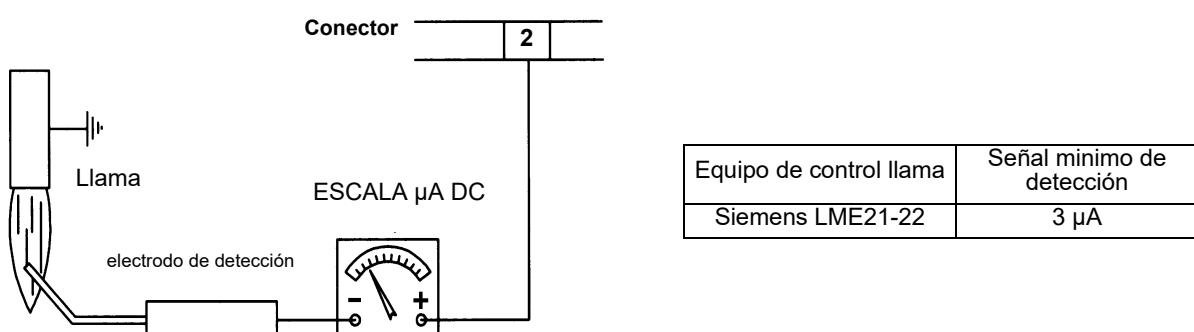

Fig. 34
- Limpie y controle los electrodos de encendimiento y detección (véase pag. 27). Controle la señal de detección, siga el esquema de la Fig. 34.
En el caso en que el quemador vaya en bloque, ejecutar los siguientes controles. Para medir la señal de detección, siga el esquema de la Fig. 34. Si la señal es inferior al valor indicado, controle la posición del electrodo de detección, los contactos eléctricos y, de ser necesario, sustituya el electrodo de detección.